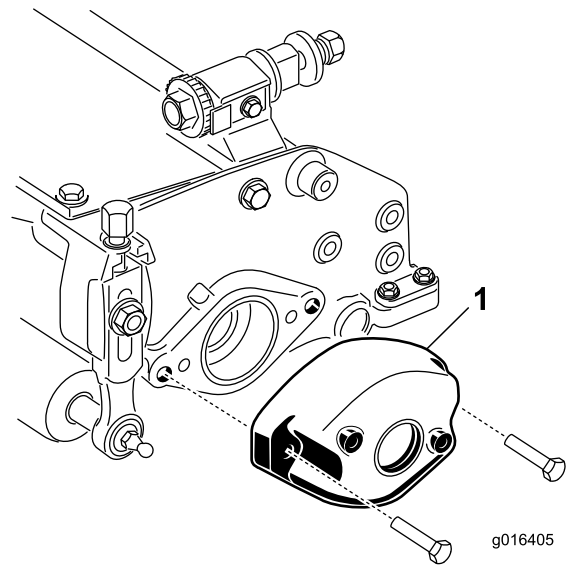

Figura 3
2. Remova o contrapeso (Figura 3).